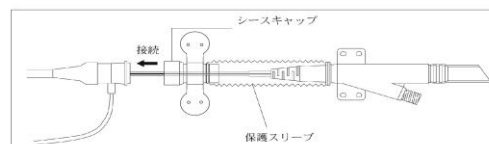

図 4. 保護スリーブ
- 8) シース挿入の場合で保護スリーブを用いる際には、先端のシースキャップの部分をシースボディにはめ込む。(図 4)